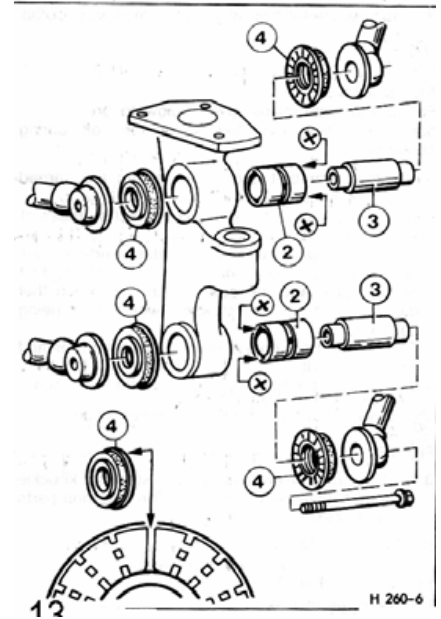

Рис.13
1. До 1981 года: фрикционный подшипник был оснащен смазываемой втулкой, рис.13.